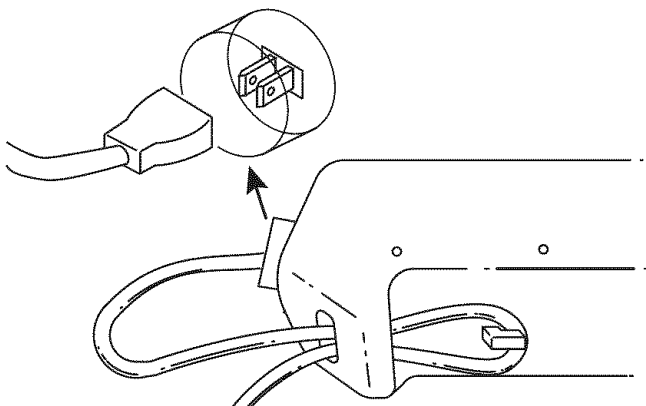

Fig. 9
1. Use el gancho del cable cuando conecte el cable de extensión para evitar la desconexión (Fig. 9). Use sólo un cable de extensión aprobado para usar en exteriores según se especifica en la sección de **NORMAS DE SEGURIDAD**.